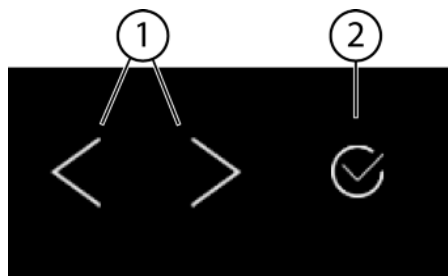
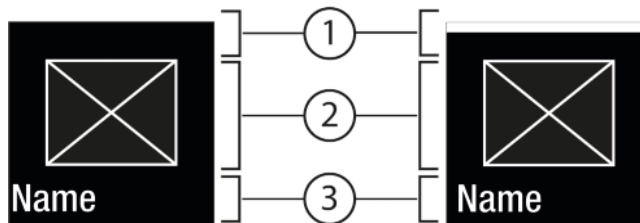
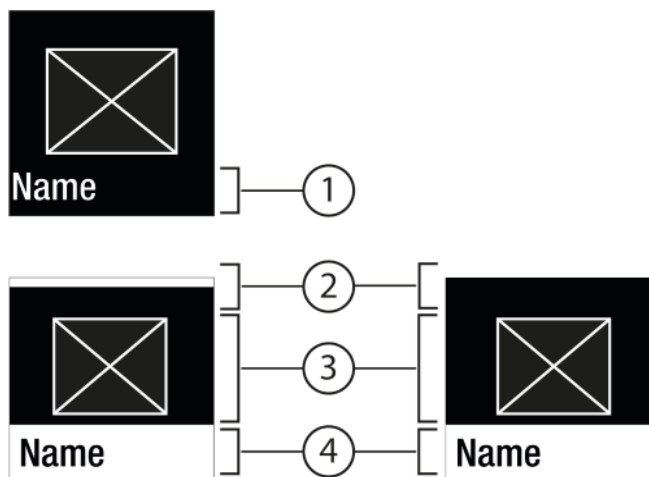

Fig. 5
Fig. 6
Fig. 7
- (1) Стрелка за навигация ляво / дясно (2) Потвърждаване
Стрелка за навигация ляво / дясно Fig. 5 (1):
Потвърждаване Fig. 5 (2):
- Навигиране със стрелка за навигация ляво / дясно Fig. 5 (1).
- С Потвърждаване Fig. 5 (2) функцията / настройката се активира Fig. 6 (1) / деактивира Fig. 6 (1).
- С Потвърждаване Fig. 5 (2) се извиква подменюто Fig. 7 (4).
- Настройване на нова стойност: С Потвърждаване Fig. 5 (2) изберете деактивирана стойност Fig. 6 (1).
- Обратно в менюто: С Потвърждаване Fig. 5 (2) изберете вече активираната стойност Fig. 6 (2).
- ▶ Натискайте стрелките за навигация Fig. 5 (1) дотогава, докато се покаже функцията.
- ▶ Натиснете Потвърждаване Fig. 5 (2).
- ▶ Със стрелките за навигация Fig. 5 (1) изберете стойността за настройка.
- ▷ Състояние: активирано Fig. 6 (1) се появява за кратко в подменюто Fig. 7 (4).
- ▶ Натискайте стрелките за навигация Fig. 5 (1) дотогава, докато се покаже Настройки .
- ▶ Натискайте стрелките за навигация Fig. 5 (1) дотогава, докато се покаже желаната настройка.
- ▶ Натиснете Потвърждаване Fig. 5 (2) в продължение на 3 секунди.